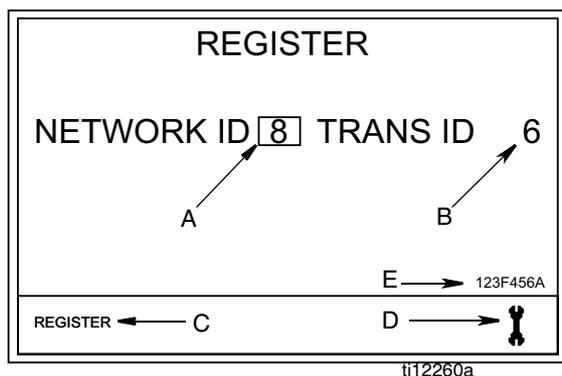

FIG. 5
4. Appuyer sur le bouton **ENTRÉE** au milieu du clavier du compteur pour sélectionner l'option **ENREGISTRER**. L'écran Enregistrer montré sur la FIG. 5 s'affiche.
1. L'écran affiche l'IDENTIFICATION du RÉSEAU (A) et l'IDENTIFICATION de l'ÉMETTEUR-RÉCEPTEUR (B) (FIG. 5) actuellement attribuées au compteur.
2. Si les identifications dans les deux champs sont bons et qu'il ne faut pas les changer, utiliser la FLÈCHE GAUCHE ou DROITE pour déplacer le curseur vers ENREGISTRER (C). Appuyer sur le bouton ENTRÉE au milieu du clavier du compteur. Le compteur se réinitialise à son écran initial.